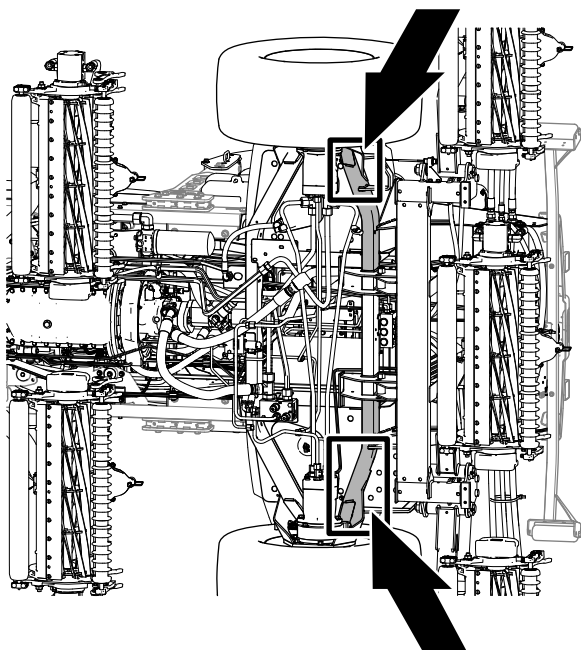

Figure 54
- Avant de la machine – sur le cadre, devant les moteurs d'entraînement des roues (Figure 54).